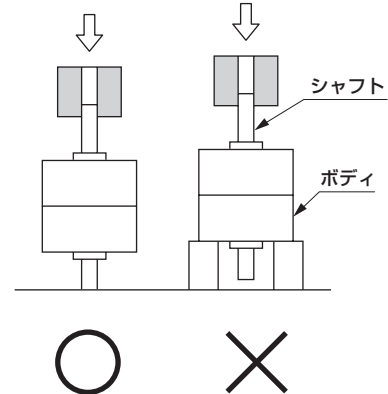

図3
- ロータリアクチュエータのシャフトに負荷や治具などを取付ける際には、図3のように荷重をボディで受けない方法で取り付けてください。